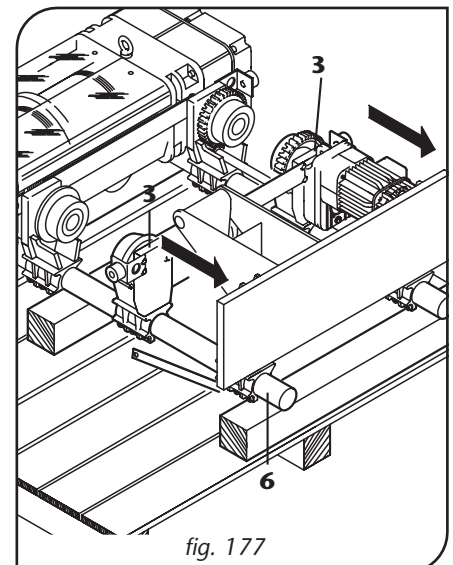

fig. 177
- Déplacer les deux montants porte-galet -3- sur les barres d'accouplement -6- pour augmenter la largeur de voie du chariot jusqu'à ce que l'espacement interne des galets soit supérieur à la largeur d'aile de la poutre (fig. 177).